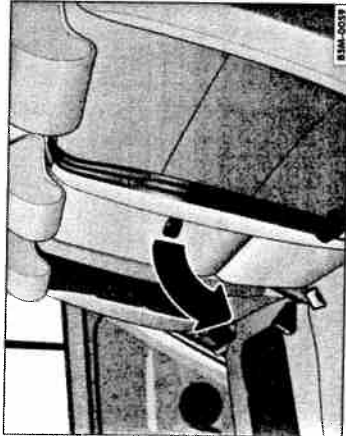

Fig. 72 În spătarul banchetei din spate: Rabatarea în față a cotierei centrale.
- Trageți curelușa în sensul săgeții ⇒ fig. 72 și rabatați cotiera în față.